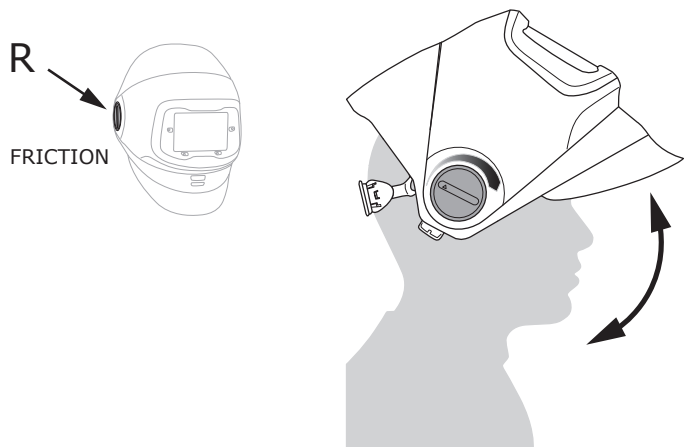

Fig. 6a
- a. Faire tourner le bouton de pivot situé à droite et indiquant « FRICTION » dans le sens horaire pour augmenter la friction, ou dans le sens antihoraire pour la réduire (Fig. 6a).